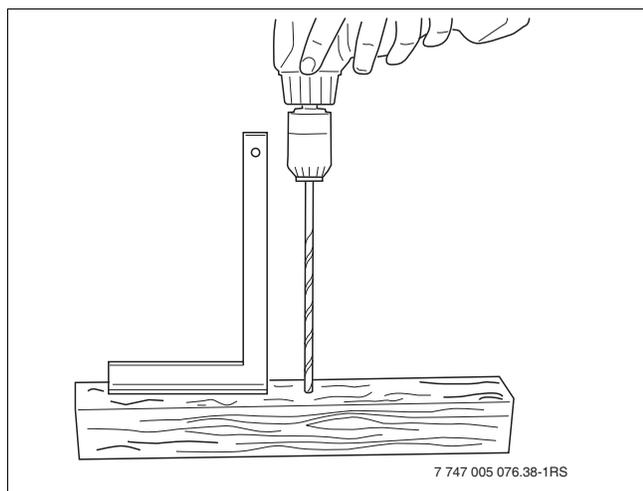

Fig. 36 Elaborar una plantilla para taladrar
Con la broca para madera, taladrar exactamente en un ángulo de 90° a través de la construcción inferior del tejado para obtener posteriormente una superficie plana de colocación entre el caballete de soporte y el perfil. Para ello es conveniente elaborar una guía o plantilla para taladrar. Tomar una madera escuadrada de aprox. 0,50 - 1,00 m. Taladrar un agujero pasante (Ø 6 mm) vertical en la madera escuadrada (→ Fig. 36).
- ▶ Determinar la longitud de la broca necesaria según el siguiente cálculo (→ Fig. 36):